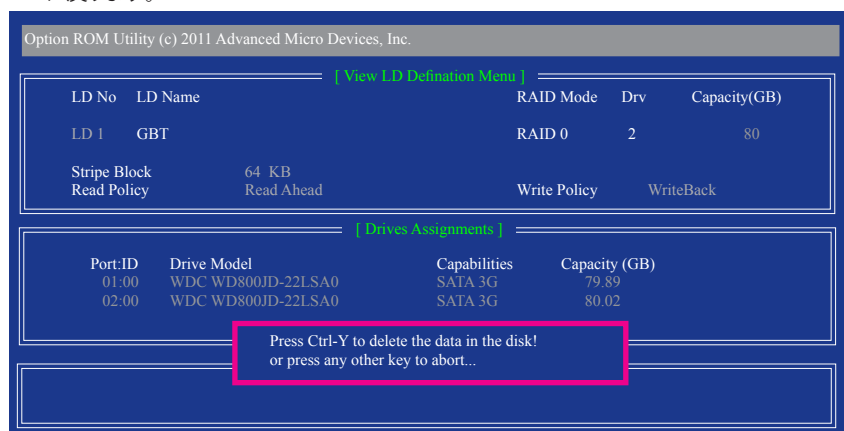

図 10
- View LD Definition Menu** が表示され (図 10 を参照)、このアレイに割り当てられたドライブを示します。中断するアレイまたは保管キーを削除する場合、<Ctrl>+<Y> を押します。